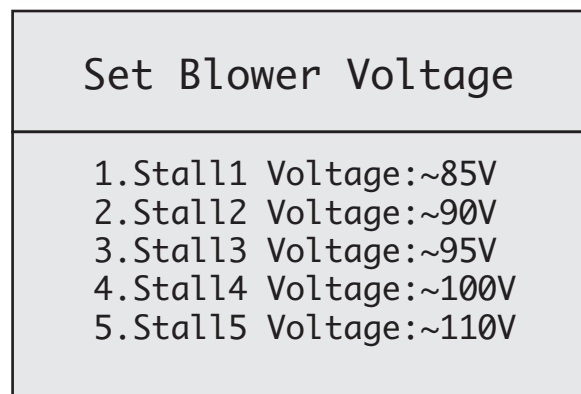

Figure 26
2. À l'aide de la touche de **DÉFILEMENT BAS**, descendre jusqu'à l'option 4 : « **Set Blower Voltage** » (réglage de la tension du ventilateur). Appuyer de nouveau sur **ENTRÉE** pour accéder au menu « **Set Blower Voltage** ». **VOIR FIGURE 26.**